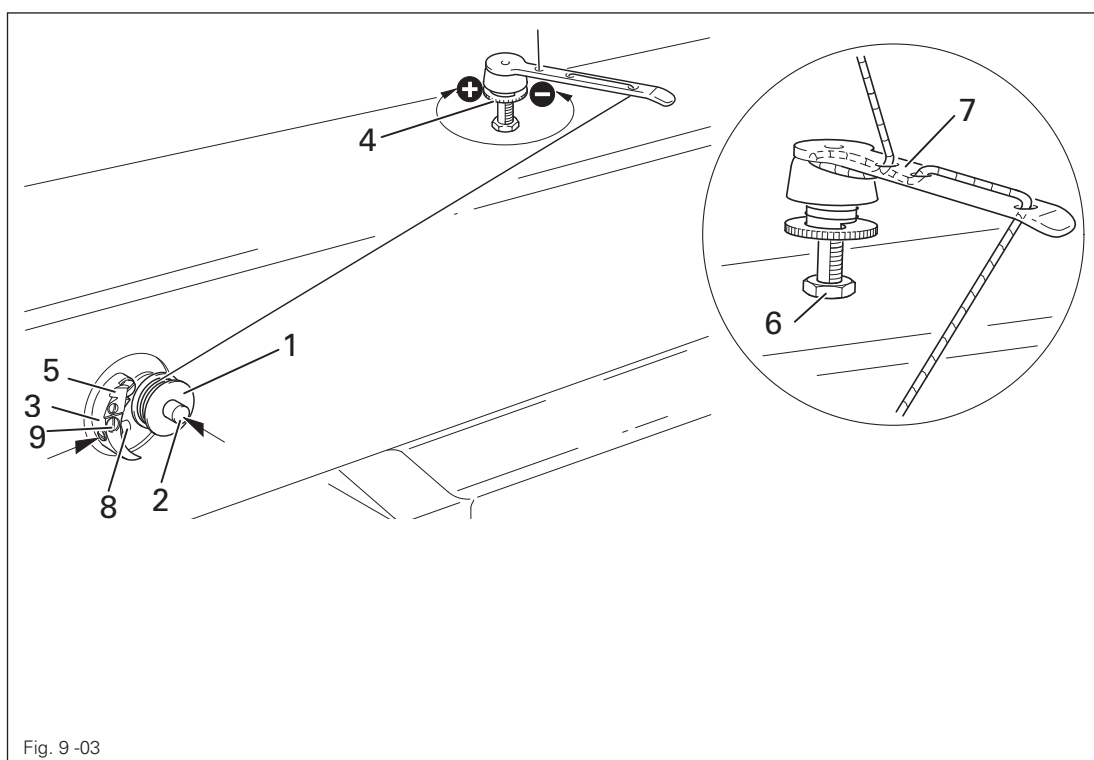

Fig. 9 - 03
- Enfiar o fio conforme a Fig. 9 - 03 e bobinar algumas vezes na bobina 1 no sentido horário.